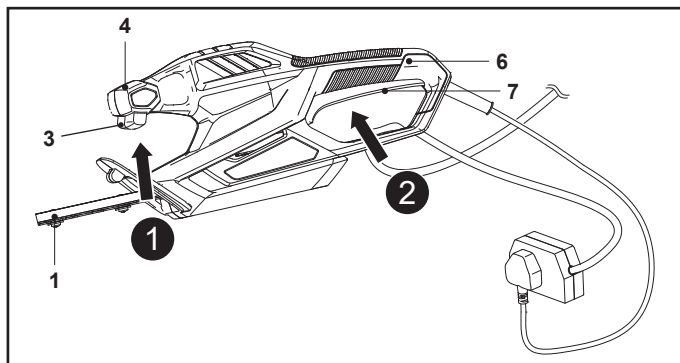

Fig. 4
1. Asigură-te că dispozitivul de tăiere (lama) (1) nu atinge obiecte. Scoate protecția (11) de pe dispozitivul de tăiere (lamă) (1) înainte de a porni produsul.
2. Ține produsul cu o mână de mânerul frontal (4) și cu cealaltă mână de mânerul posterior (6).
3. Apasă comutatorul de siguranță (3) și menține-l în poziție (Fig. 4, pasul 1).
4. Apasă comutatorul de pornire/oprire (7) pentru a porni produsul (Fig. 4, pasul 2).
5. Eliberează fie comutatorul de pornire/oprire (7), fie comutatorul de siguranță (3) pentru a opri produsul.